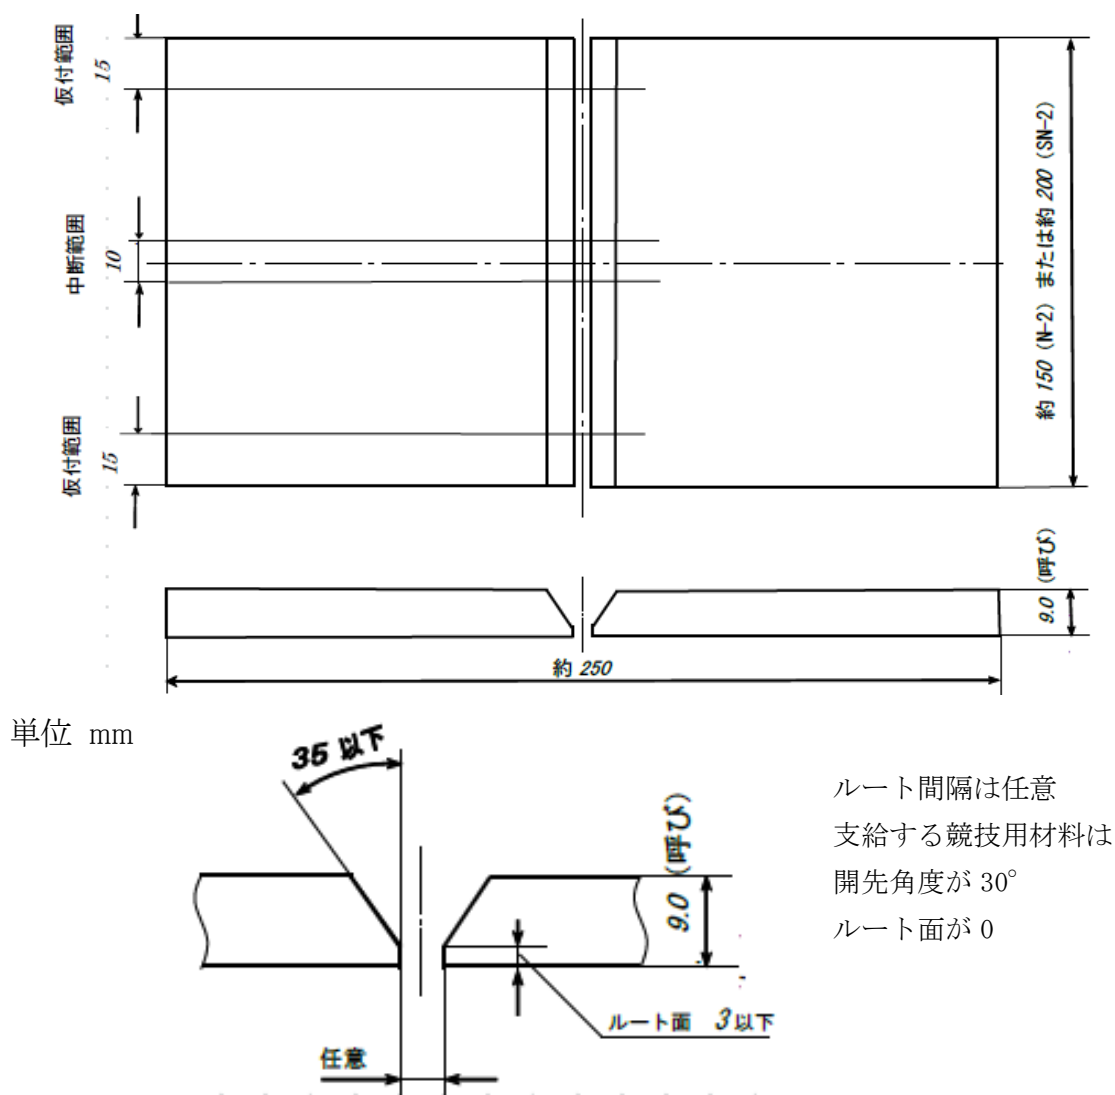

図1 競技用材料の寸法・形状（被覆アーク溶接部門および炭酸ガスアーク溶接部門）
- ② 開先加工は任意。開先加工を行う場合に使用する工具(電動等含む)や作業時間等の決まりは特に設けない。<各校の指導方針で実施>
- ③ ルート間隔は任意とする。ただし、ルート間隔が狭い場合、裏波(裏面)が形成されず溶込み不良と判断し減点とする。
- ④ ルート間隔の確保と競技用材料の固定のタック溶接(仮付溶接)は、図1に示す仮付範囲のように競技用材料の両端に行う。表面または裏面のタック溶接(仮付溶接)は、競技用材料の両端の2箇所とし端面より15mm以内に行う。